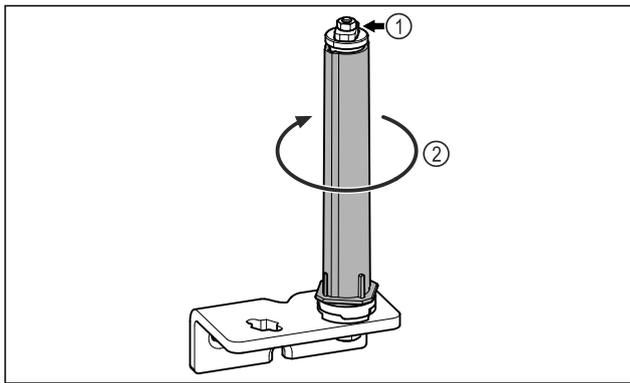

Fig. 22
- ▶ 请勿拆解关门系统 Fig. 22 (1)。
- ▶ 转动关门系统 Fig. 22 (2), 直至听到咔嚓声。